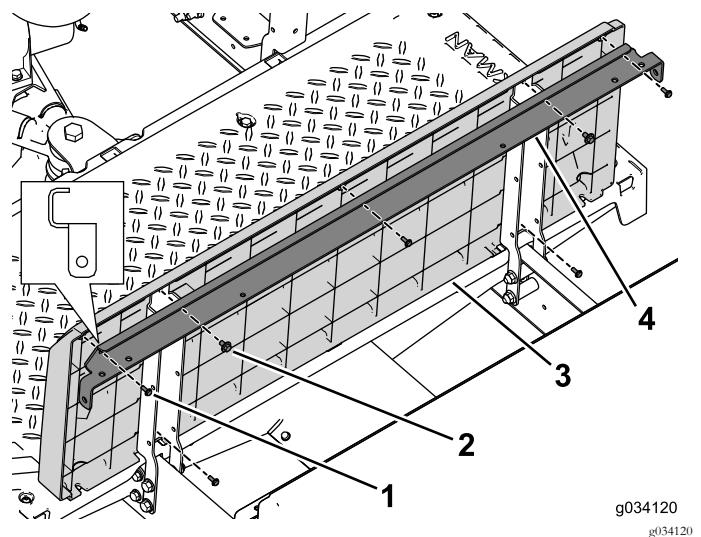

Рисунок 40
- С помощью 2 болтов с шайбами в сборе (1/4 x 1/2 дюйма) прикрепите угловой опорный кронштейн и панель основания сиденья к левой и правой опорам сиденья (Рисунок 40).
- С помощью 5 винтов (№ 10 x 1/2 дюйма) прикрепите заднюю панель к скобе и опорам сиденья (Рисунок 40).